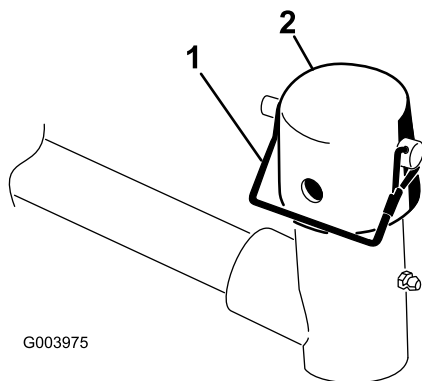

Figure 9
7. Retirez la goupille à fermoir et le capuchon de la chape de pivot du bras de relevage (Figure 9).
Remarque: Utilisez la fente si vous voulez que le plateau de coupe soit directionnel ou utilisez le trou si le plateau de coupe doit rester fixe (Figure 9).